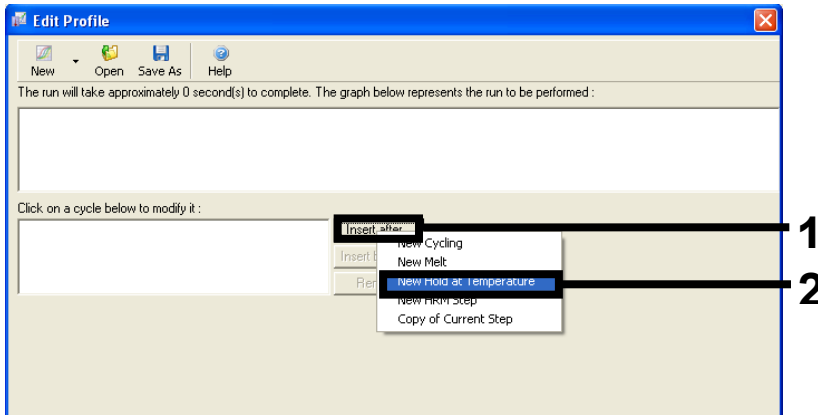

Abbildung 24. Einfügen eines ersten Inkubationsschritts. 1 = „Insert after“ (Einfügen nach), 2 = „New Hold at Temperature“ (Neue Haltetemperatur).
6. Klicken Sie auf Insert after (Einfügen nach) und wählen Sie die Option New Hold at Temperature (Neue Haltetemperatur) (Abbildung 24).